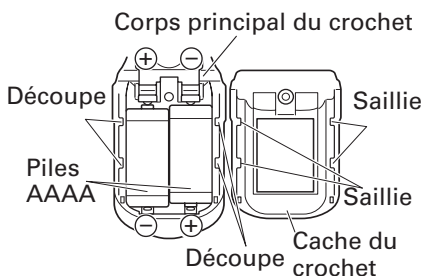

Fig. 12
(2) Retirer les piles usées et insérer des piles neuves. Les aligner sur le crochet et disposer les bornes positive (+) et négative (-) correctement. (Fig. 12)